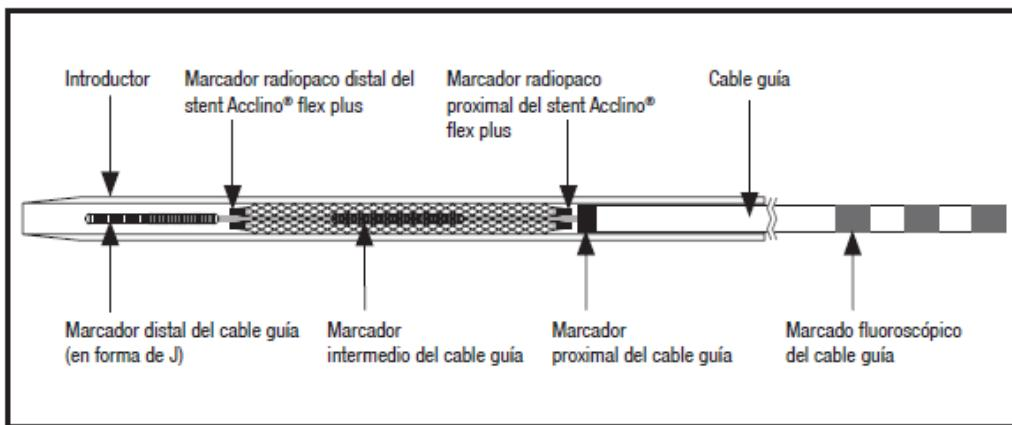

Figura 1: Stent Acclino® flex plus
El stent ACCLINO® flex plus es un stent de nitinol autoexpandible cortado por láser previamente cargado en un cable guía que hay en un introductor. La punta del cable guía tiene forma de J. Las dimensiones recomendadas del catéter están indicadas en la etiqueta del envase. El stent presenta un diseño de celda cerrada y tres marcadores radiopacos en los extremos proximal y distal. Con el objeto de facilitar la colocación del stent bajo fluoroscopía, el cable guía cuenta igualmente con tres marcadores radiopacos. El marcador distal indica la punta del cable guía, el marcador intermedio la mitad del stent y el marcador proximal indica el punto hasta el que se puede recolocar el stent (véase figura 1).
- Inicie la fluoroscopia como muy tarde cuando el marcado fluoroscópico proximal del cable alcance la VHR (véase la figura 1).